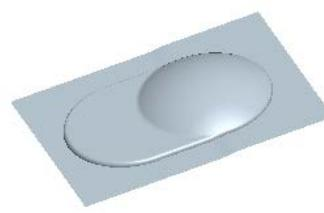

图 13.6 着色显示分型面
(1) 单击 **视图** 功能选项卡 **可见性** 区域中的“着色”按钮 。
(2) 系统自动将刚创建的分型面 main_ps 着色，着色后的分型面如图 13.6 所示。